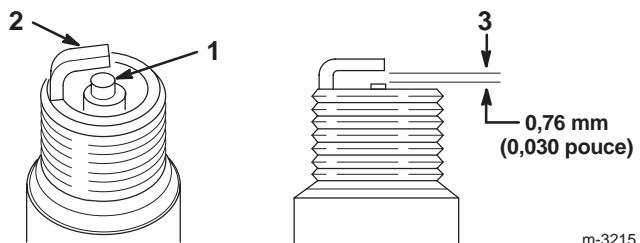

Figure 44
1. Inspectez le centre des bougies (Fig. 44). Si le bec de l'isolateur est recouvert d'un léger dépôt gris ou brun, le moteur fonctionne correctement. S'il est couvert d'un dépôt noir, c'est généralement signe que le filtre à air est encrassé.
2. Contrôlez l'écartement entre l'électrode centrale et l'électrode latérale (Fig. 44). Courbez l'électrode latérale (Fig. 44) si l'écartement est incorrect.